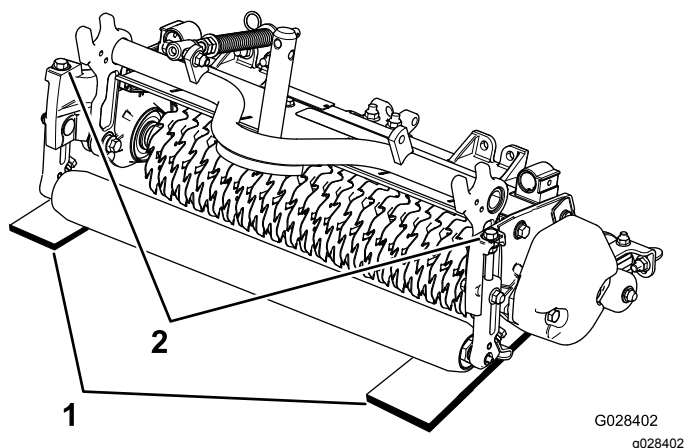

Рисунок 10
2. Разместите две измерительные планки, соответствующие требуемой глубине проникновения ножа, под передним и задним роликами барабана вертикуттера, на каждом краю барабана (Рисунок 10).
3. Поверните регулировочный болт на каждом кронштейне высоты скашивания (Рисунок 10) таким образом, чтобы ножи вертикуттера касались горизонтальной поверхности по обоим краям.